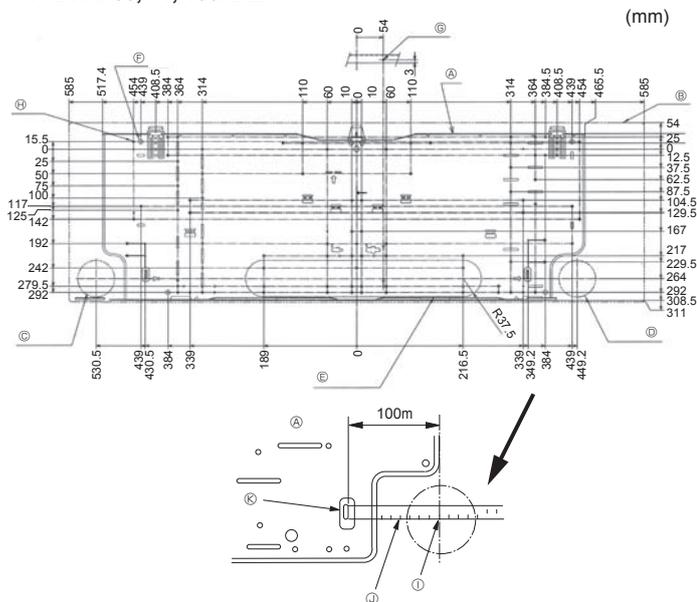

Рис. 3-2
①	Монтажная плата	1	Установить на заднюю часть блока
②	Винт-саморез 4 × 25	7
③	Изолента	2
④	L-образная соединительная трубка	1
⑤	Штуцер для зарядки	1
⑥	Беспроводной пульт дистанционного управления	1
⑦	Держатель ПДУ	1
⑧	Алкалиновые элементы питания (тип ААА)	2	Используйте упаковочный материал
⑨	Винт-саморез 3,5 × 16	2
⑩	Проставка	1
3.2. Установка настенного крепления (Рис. 3-2)